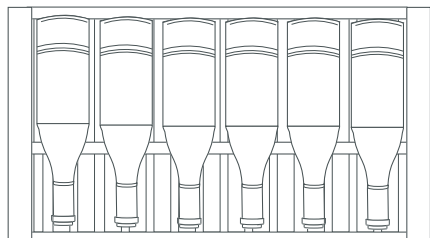
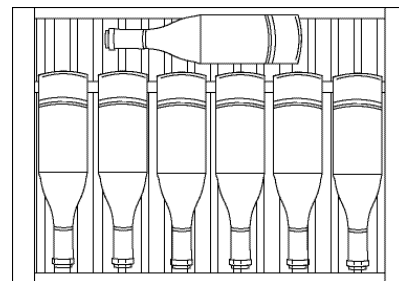

Fig. 3
Fig. 5
- El primer estante tiene capacidad para 6 botellas dispuestas tal como se indica en la Fig. 3, con espacio para apilar una botella adicional a ambos lados de los controles, para un total de 8 botellas en el primer estante.
- El segundo estante tiene capacidad para 6 botellas dispuestas como se muestra en la Fig. 3.
- Los estantes cuarto y quinto tienen capacidad para 6 botellas dispuestas tal como se muestra en la Fig. 3, con una botella colocada en posición horizontal detrás, como en la Fig. 5.
- En los estantes del sexto al noveno se pueden almacenar seis botellas dispuestas como se muestra en la Fig. 3
- La parte inferior de la bodega contiene un estante de madera de dos niveles con capacidad para 6 botellas por nivel, dispuestas tal como se muestra en la Fig. 3; esto permite almacenar un total de 75 botellas de vino (750 ml).